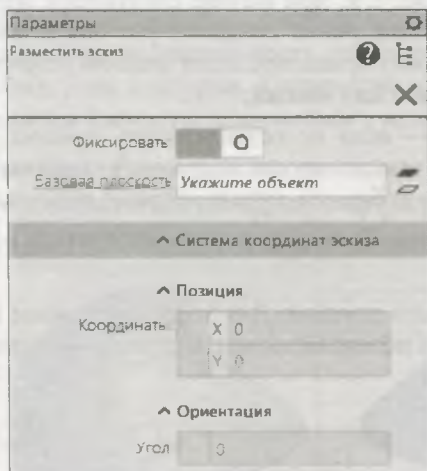

Рис. 19.31. Панель Параметры:
- ◆ из инструментальной панели **Инструменты эскиза** вызовите команду **Прямоугольник**. Далее необходимо запустить процесс размещения эскиза, т. е. выбрать плоскость или грань для размещения эскиза. Это можно сделать с помощью кнопки  — **Построить плоскость** на панели **Параметры: Разместить эскиз** (рис. 19.31) или просто указать плоскость или грань в графической области;